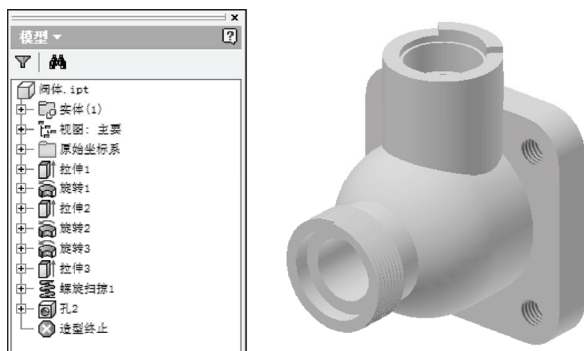

图 1-2 Inventor 中的零件图以及零件模型
(1) 基于特征。基于特征是指在参数化造型环境中，零件是由特征组成的，所以参数化造型也可成为基于特征的造型。参数化造型系统可把零件的结构特征十分直观地表达出来，因为零件本身就是特征的集合。图 1-2 是用 Autodesk 公司的 Inventor 软件做的零件图，左边是零件的浏览器，显示这个零件的所有特征。浏览器中的特征是按照特征的生成顺序排列的，最先生成的特征排在浏览器的最上面，这样模型的构建过程就会一目了然。